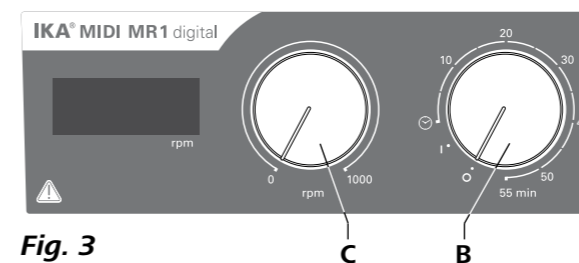

Fig. 3
- ☞ 기기를 켜려면, "ON / OFF" 및 "타이머" 회전형 노브 (B, Fig. 3 참조)를 시계 방향으로 "1"까지 돌립니다.
- ☞ 장치를 끄려면 "ON / OFF" 및 "타이머" 회전형 노브 (B)를 시계 방향으로 "0"까지 돌립니다.
- ☞ "속도(Speed)" 회전형 노브(C, Fig. 3 참조)를 돌려 모터의 속도를 설정합니다. 모터 속도는 MIDI MR 1 Digital에서는 0~1000 rpm, MAXI MR1 Digital.에서는 0~600로 설정할 수 있습니다.